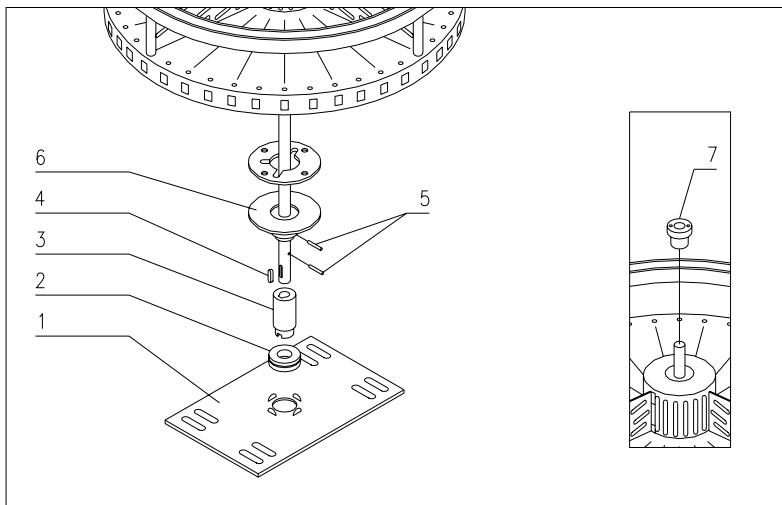

FIG. 12
- 6) Svitare la piastra porta cuscinetto e togliere tutto (part. 1-2-3 FIG. 12). Fare dei segni di riferimento attorno alla piastra per poi riposizionare il tutto nella posizione originale.
- 7) Spostare la colonna verso il fondo della macchina affinché l'albero della stessa esca dalla boccola in plastica (part. 7 FIG. 12)
- 9) Togliere la chiavetta (part. 4 FIG. 12), le spine (part. 5 FIG. 12) che fissano i mozzi di trascinamento (part. 6 FIG. 12) e sfilare i dischi.